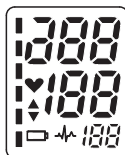

Рис. 5
- После наложения манжеты и расположения вашего тела в удобном положении нажмите на кнопку «СТАРТ». Слышится звуковой сигнал и производится проверка всех символов дисплея. См. рис. 5. Обратитесь в сервисный центр, если какой-либо сегмент на дисплее отсутствует.